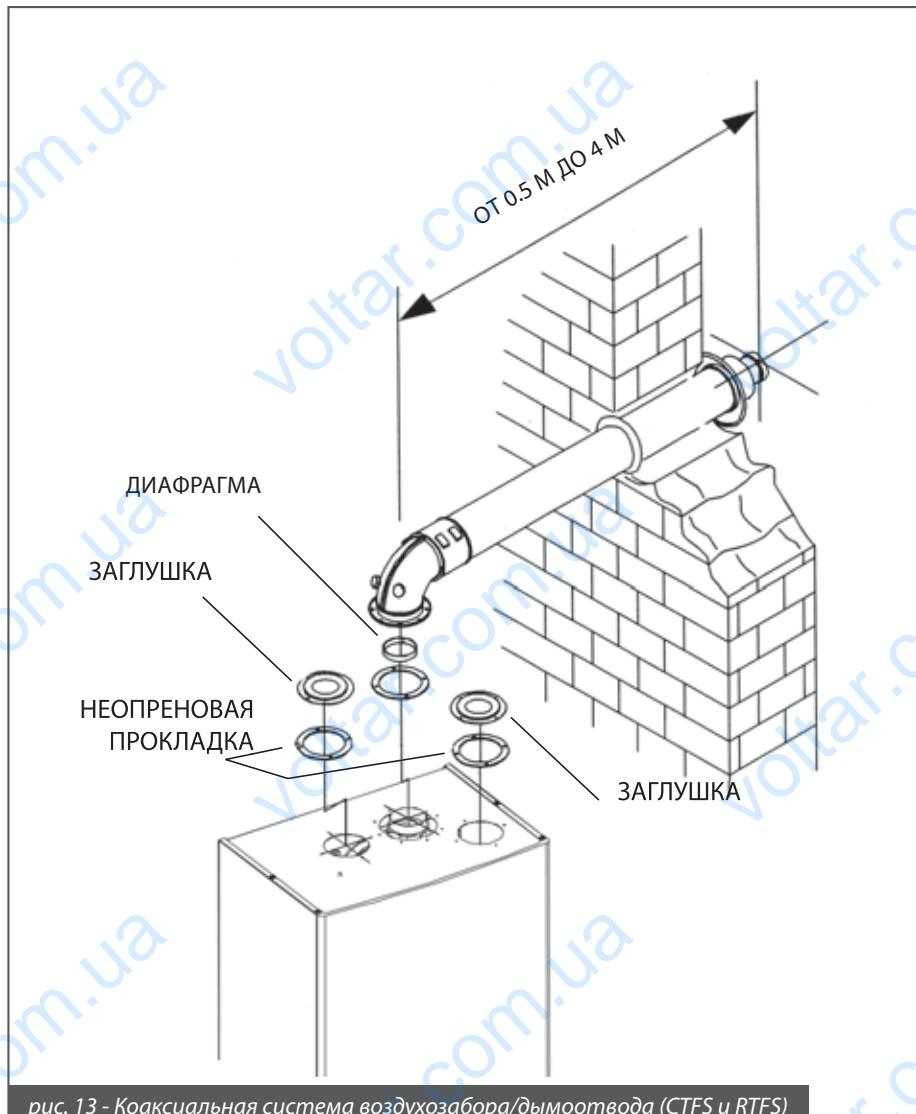

рис. 13 - Коаксиальная система воздухозабора/дымоотвода (CTFS и RTFS)
**Использование диафрагм, поставляемых с котлом (рис. 13)**